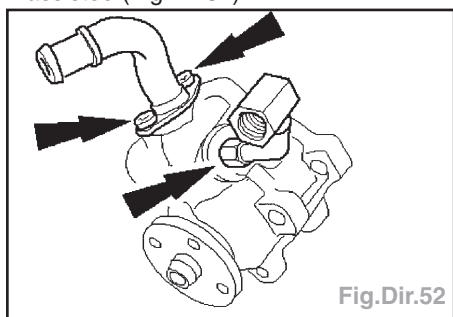

Fig.Dir.52
- Déposer le flexible de direction assistée et les raccords de conduite de direction assistée (Fig.Dir.52).